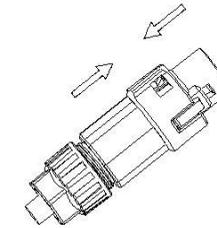

Abb. 5.17
- Wenn nur das Stromnetz genutzt werden soll, bitte wie in Abb. 5.17 dargestellt mit dem AC-Netz verbinden und **[FLOAT]** EPS Ausgang.